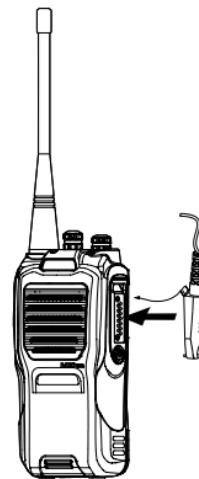

图12
- ② 耳机或麦克风插入附件插孔，并拧紧螺钉。（如图12所示）